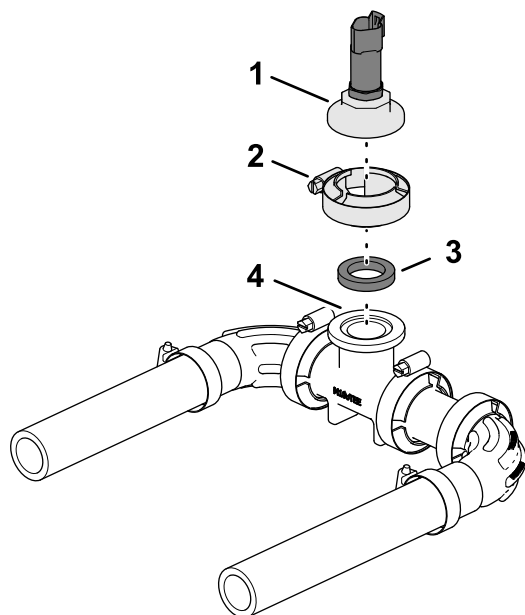

Рисунок 57
1. Выровняйте крышку штуцера с отверстием вместе с датчиком давления и прокладкой относительно фланца тройника на коллекторе (Рисунок 57).
2. Присоедините крышку штуцера и прокладку к тройнику при помощи фланцевого хомута (Рисунок 57)